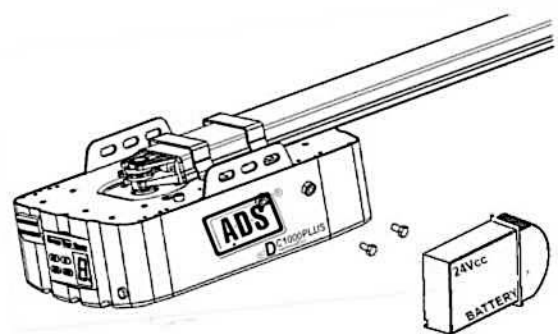

Fig.17
- 2.Conecte la Batería de Respaldo al Abrepuestas de Garage (Fig.17).